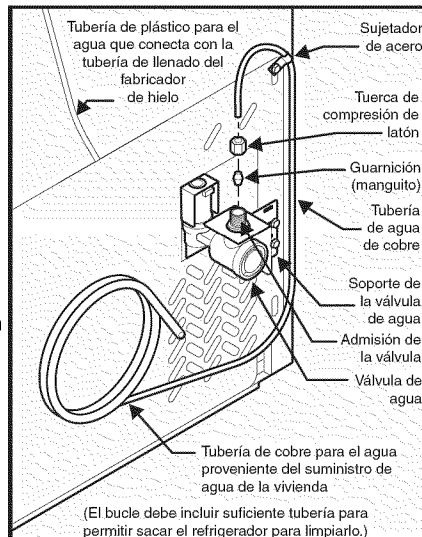
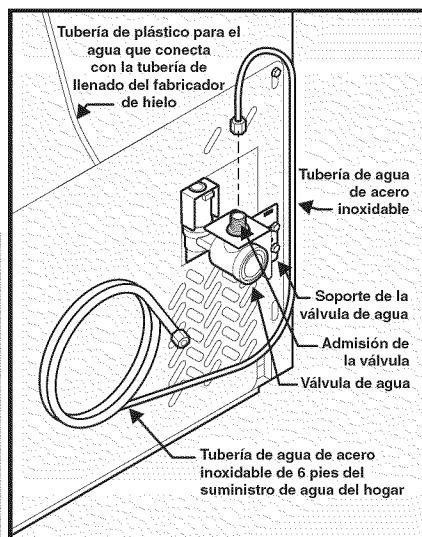

Figura 1
Figura 2
4. Si utiliza tuberías de cobre, deslice la tuerca de compresión de latón y la guarnición (manguito) en la tubería de suministro de agua. Inserte la tubería de agua en la admisión de la válvula de agua tan adentro como sea posible (1/4" / 6.4 mm). Inserte la guarnición (manguito) en la admisión de la válvula y apriete a mano la tuerca de compresión en la válvula. Apriete media vuelta adicional con una llave. NO apriete demasiado. **Vea la figura 1.** Si utiliza tuberías de acero inoxidable, la tuerca y la férula ya están colocadas en la tubería. Deslice la tuerca de compresión sobre la admisión de la válvula y apriétela a mano. Apriete media vuelta adicional con una llave. NO apriete demasiado. **Vea la figura 2.**